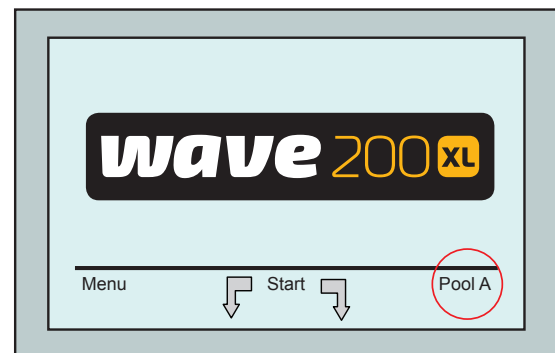

Figura 4: Pantalla *Wave* exhibiendo Pool A como configuración predefinida
1. Ir a la pantalla *Wave*. La Pool A se exhibe como la configuración actualmente definida, como se muestra en la Figura 4.